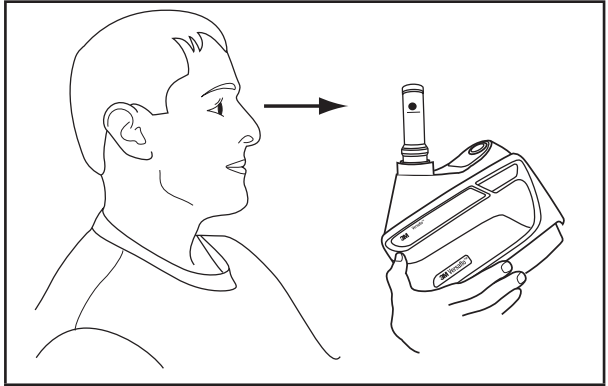

Fig. 16-2 – Revisión de flujo de aire
- Con el indicador de flujo de aire en posición vertical, asegúrese que el fondo de la pelota flotante permanezca en, o arriba, de la marca de flujo mínimo para la “letra” que representa su “Zona” (Fig. 16-2). El indicador de flujo de aire debe estar en posición vertical para obtener una lectura exacta.